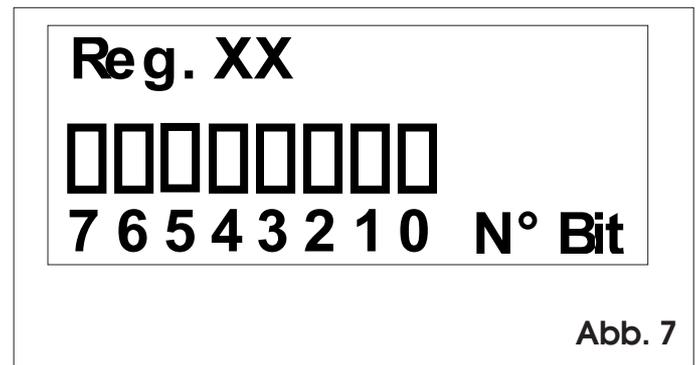

Abb. 7
- Den Dezimalwert eingeben oder, wenn ein einzelnes Bit zu ändern ist,  drücken, um die Änderung des Binärwerts anzuwählen und dann  oder  drücken, um das Bit laut Abb. 7 anzuwählen und den Wert zu ändern. Mit dem Zeichen X sind die Bit angegeben, deren Wert von anderen Einstellungen abhängt, die nicht geändert werden müssen.